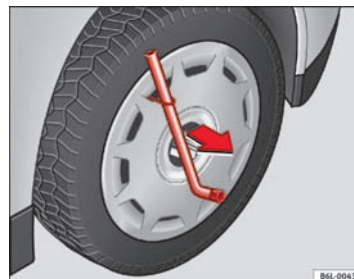

Fig. 136 Afmontering af hjulkapsel fra hjul
- Tag hjulkapslen af ved hjælp af trådbøjlen ⇒ Fig. 136.